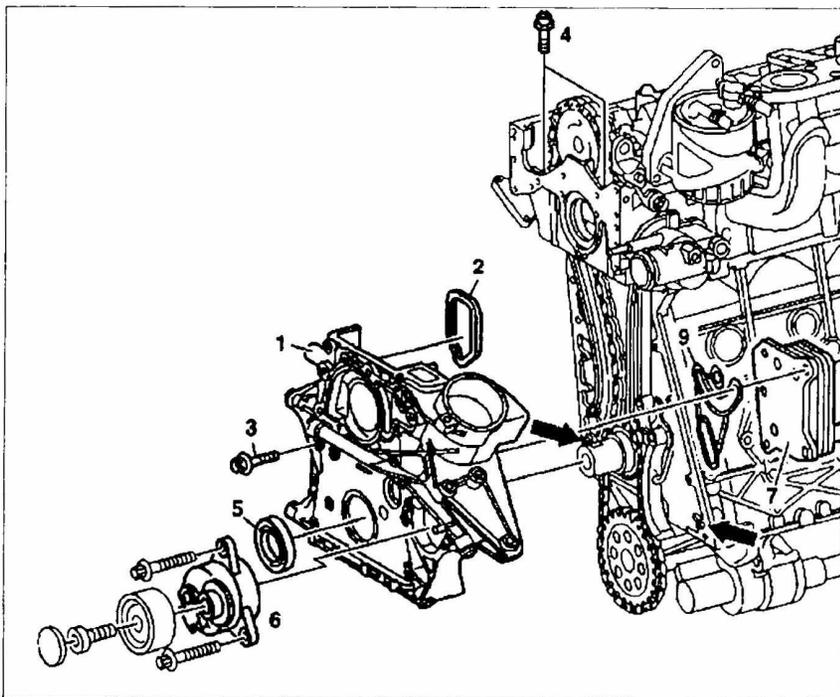

Рис. 8. Снятие и установка крышки ГРМ:
14. Отсоедините патрубок 8 от масляного радиатора (рис. 8).